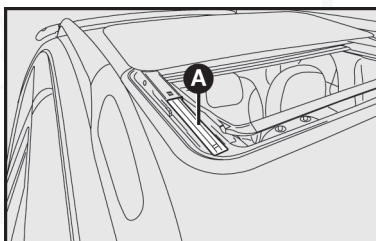

fig. 98
- ⚠ Limpie periódicamente y/o según la necesidad los mecanismos de movimiento del toldo solar, rieles y empaques fig. 98.
- ⚠ Tras la limpieza es necesario lubricar moderadamente los elementos de deslizamiento A-fig. 98 del mecanismo con vaselina sólida. En caso de dificultades, diríjase a su Distribuidor Autorizado Ram.